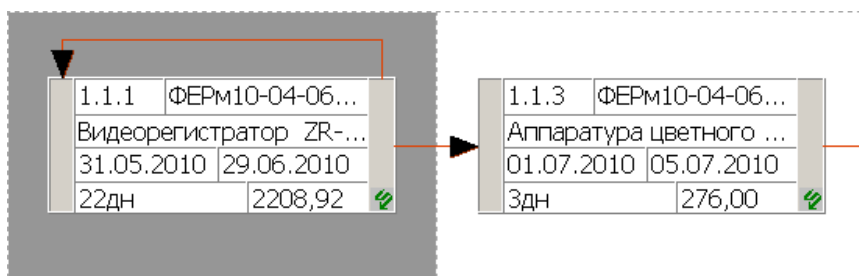

Рис.3.33 Наложение работ в сетевой диаграмме.
4. При расстановке вручную возможно «наложение» работ, в этом случае область наложения будет дополнительно выделена (Рис. 3.33).